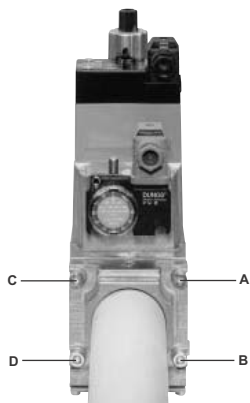
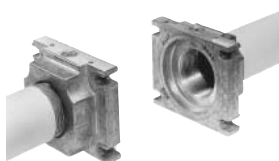

Рис. 30
Рис. 32
- 2 Вытянуть конечную часть головки сгорания, вращая ее легкими движениями влево-вправо до тех пор, пока указанные отверстия (Рис. 30) не совпадут и закрепить ее винтом, указанным на Рис. 32.